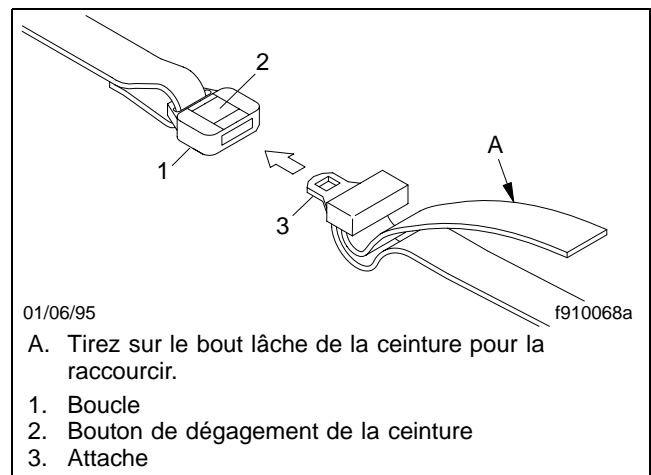

Fig. 5.9, Ajustement de la ceinture de retenue de la couchette
3. Une fois la ceinture bouclée, raccourcissez-la en tirant sur le bout lâche, jusqu'à ce que la ceinture soit serrée mais confortable. Assurez-vous que la ceinture n'est pas torsadée. Reportez-vous à la **figure 5.9**.